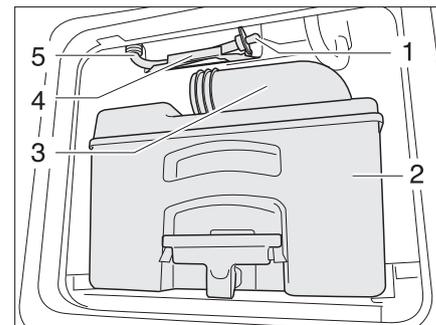

Fig. 111 Tuyau d'écoulement réservoir d'eau toilettes
- ▶ Vider la cassette (Fig. 111,2) dans une station d'évacuation autorisée et la nettoyer.
- ▶ Laisser la tubulure d'évacuation (Fig. 111,3) ouverte.
- ▶ Retirer le tuyau d'écoulement (Fig. 111,5) de son support (Fig. 111,4).
- ▶ Retirer le bouchon d'écoulement (Fig. 111,1) et laisser s'écouler le reste d'eau.